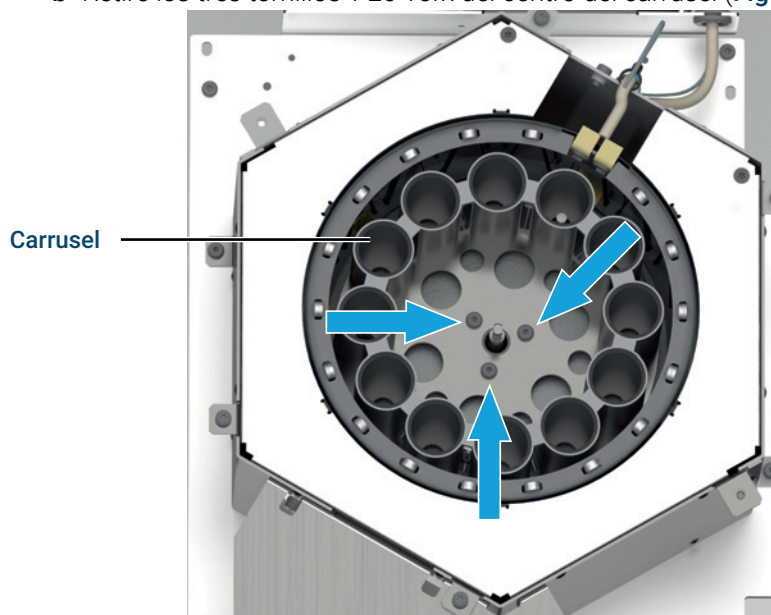

Figura 15. Extracción del carrusel
- b** Retire los tres tornillos T-20 Torx del centro del carrusel (**Figura 15**).